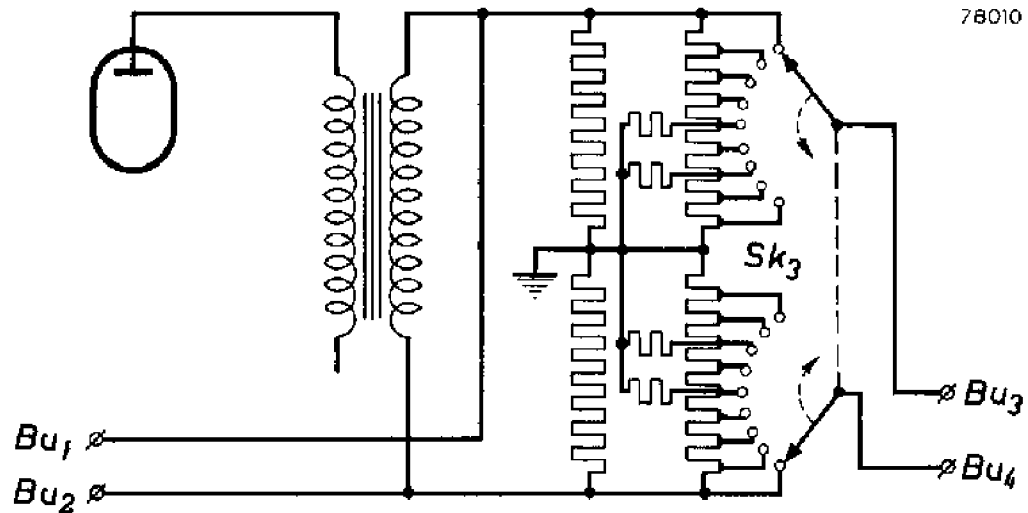

Fig 3
4. Stand „SYM.”: Ook hier is de anodespanning van de indicator uitgeschakeld. Tevens is de secundaire wikkeling niet geard. In de stand „I-II” van Sk_1 is een symmetrische spanning afneembaar; het electricisch midden van de verzwakker is geard (zie fig. 3).
Moet de uitgangsspanning asymmetrisch ten opzichte van aarde zijn, dan zet men Sk_2 in de stand „ASYM.“. De bussen Bu_2 en Bu_4 zijn nu geaard (zie ook fig. 2). Bij het opbouwen van meetschakelingen met gebruikmaking van de GM 2308 moet men er rekening mee houden, dat op Bu_1 een (zeer geringe) wisselspanning ten opzichte van de overige geaarde klemmen aanwezig is. Met Sk_2 in de stand „SYM.“ is de uitgangsspanning (zowel aan Bu_1 en Bu_2 als aan Bu_3 en Bu_4) symmetrisch ten opzichte van aarde (zie ook fig. 3). Geen van de bussen Bu_1 , Bu_2 , Bu_3 of Bu_4 mag men nu aan aarde leggen of met een punt verbinden, dat een vaste potentiaal tegen aarde heeft.